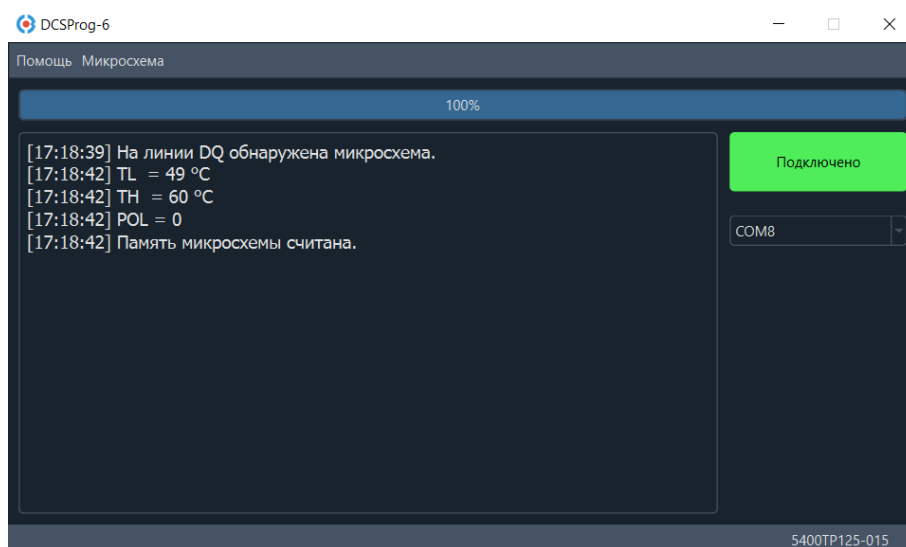

Рисунок 16. Чтение энергонезависимой памяти микросхемы
2. В окне DCSProg-6 отобразятся значения параметров TH, TL, POL записанные в энергонезависимую память микросхемы (Рисунок 16).